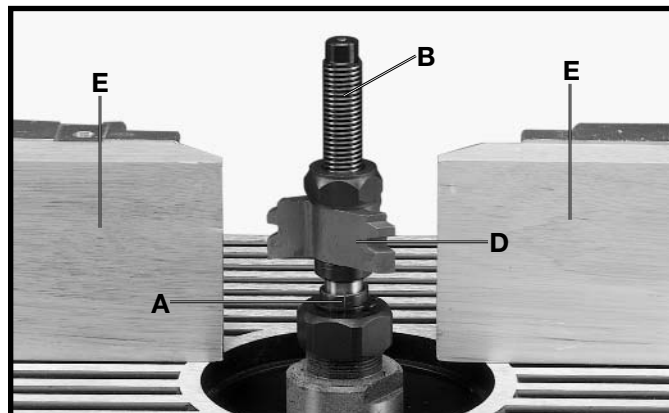

Fig. 35
5. La Fig. 35 ilustra el árbol de limadora (B) y el cortador de limadora (D) ya instaladas en el mandril (A). Después de instalar el cortador de la limadora, las guías (E) Fig. 35 deben ser movidas lo más cerca posible al cortador (D) sin hacer contacto. **IMPORTANTE:** Haga uso de una pieza de inserción de mesa siempre que sea posible.